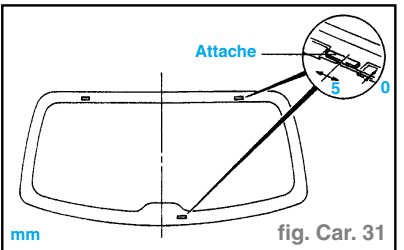

fig. Car. 31
- Installer les attaches sur la carrosserie comme indiqué. (fig. Car. 31)